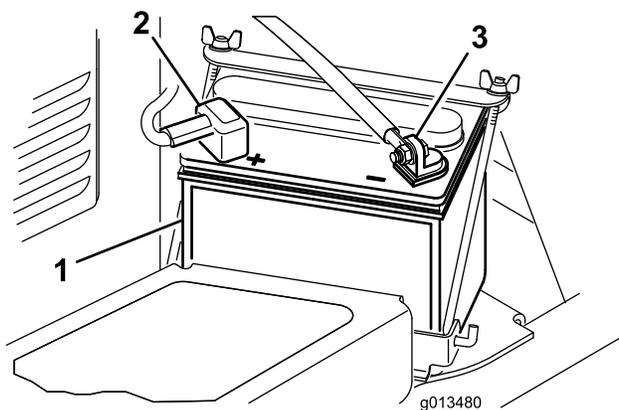

Figura 3
1. Montate la batteria in sede, con il morsetto negativo verso l'esterno della macchina (Figura 3).
2. Fissate il cavo positivo (rosso) al morsetto positivo (+) con un bullone da 5/16 x 5/8 poll. e un dado di bloccaggio (Figura 3).
3. Fissate il cavetto nero e il cavo negativo (nero) al morsetto negativo (-) della batteria con un bullone (5/16 x 5/8 poll.) e un dado di bloccaggio (5/16 poll.) (Figura 3).